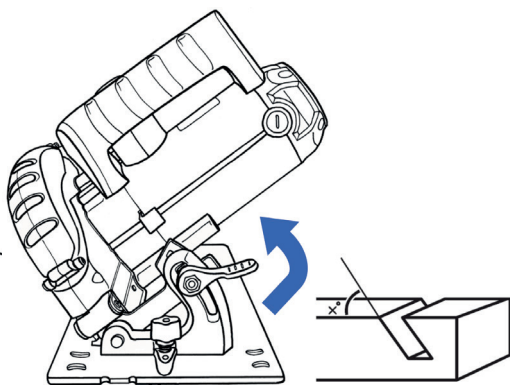

Рис. 10
- Наклоните пилу относительно опорной платформы, выставив необходимый угол наклона, ориентируясь по шкале угла наклона диска (рис. 10).